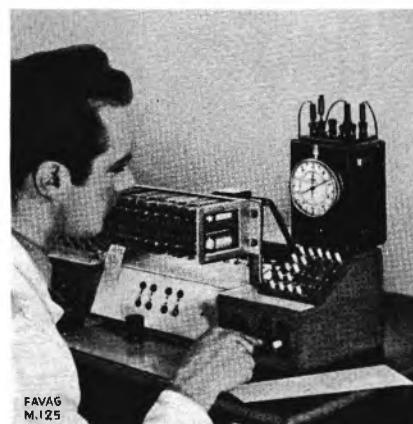

Fig. 2. Relaiskontrolle
- Messung der Anzug- und Abfallzeiten von Relais, Schaltern und Schaltschützen, usw. (Fig. 2.)